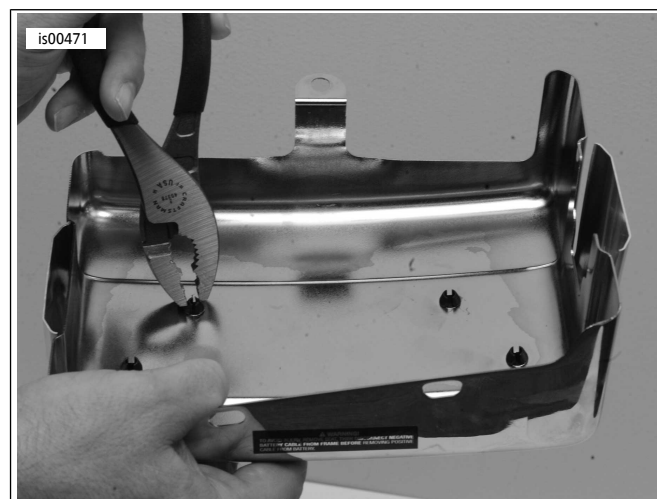

图2。将挤压蝶片推出电池盖。
- 参见图2。使用钳子或适当的工具将四个挤压蝶片推出电池盖拆下原厂设备电池盖装饰。